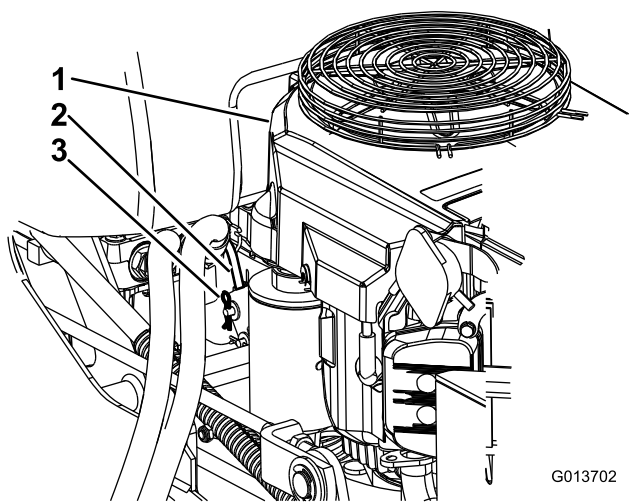

図 1
2. エンジンの後ろ側についている既存のコントロール・リンケージと前ブラケットから、ヘアピン・コッターを取り外す (図 1)。